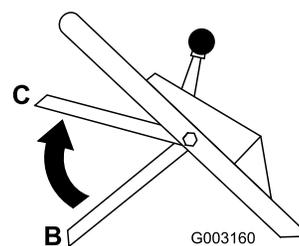

Figure 20
4. Ramenez la barre de commande à la position centrale, soit 12,7 cm (5 po) environ au-dessous de la barre transversale du guidon (position C sur la Figure 20).
**Remarque:** Cette position intermédiaire (C) n'est pas la position normale de fonctionnement de la barre de commande. Toutefois, elle permet de détecter rapidement un système BBC défaillant avant qu'il ne compromette le fonctionnement sûr de la machine.
5. Relâchez la barre de commande (position B sur la Figure 20).